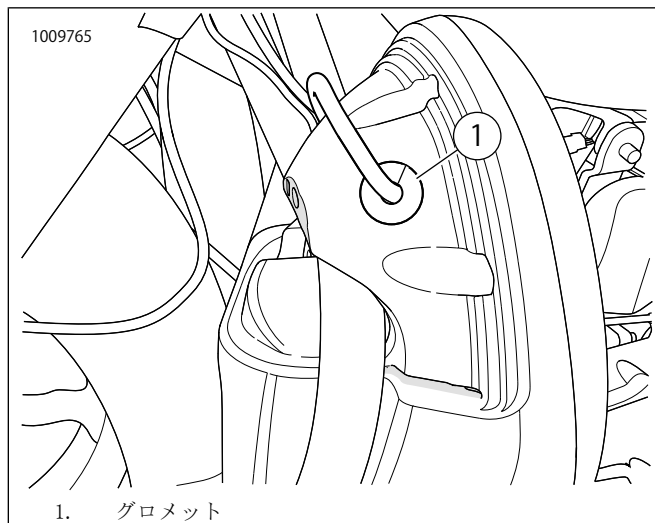

図16. 図はロアフェアリング
13. 図16を参照してください。ロアフェアリングからスピーカーワイヤグロメット(1)を取り外します。